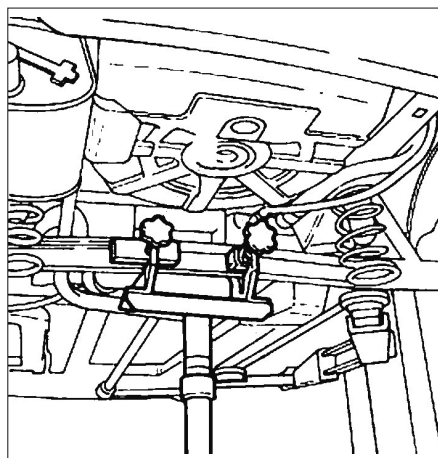

FIG. 27
- Positionner un vérin dans l'alignement du ressort arrière (Fig.27).